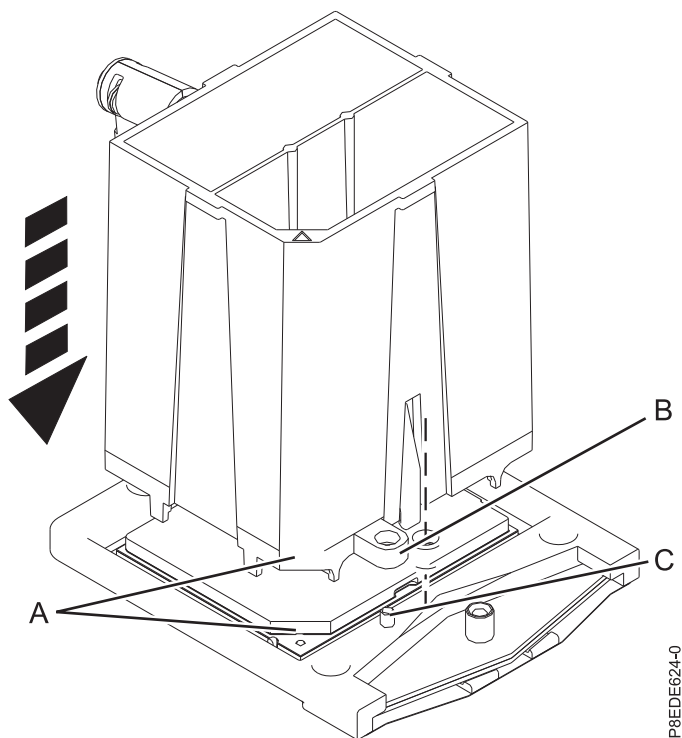

Figura 8. Cómo bajar la herramienta de extracción en el módulo del procesador del sistema
10. Baje la herramienta de extracción suministrada hasta el módulo de procesador del sistema. La esquina biselada (A) de la herramienta debe alinearse con la esquina biselada del módulo del procesador del sistema. Alinee las anillas (B) de la herramienta con los pivotes (C) del receptáculo del procesador. Consulte la Figura 8 en la página 10.